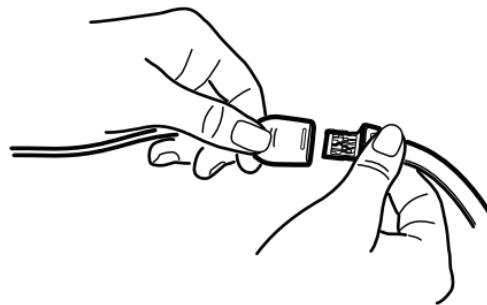

Fig. 15-12 Conexión sensor NEO/PT.
1. Consulte la Fig. 15-12. Oriente la lengüeta del conector del sensor de modo que el lado donde están los contactos “brillantes” quede hacia arriba. Oriente el
1. Consulte la Fig. 15-12 anterior. Oriente la lengüeta del conector del sensor de modo que el lado donde están los contactos “brillantes” quede hacia arriba. Oriente el cable del paciente de modo que la barra de color y las ranuras de agarre queden hacia arriba.